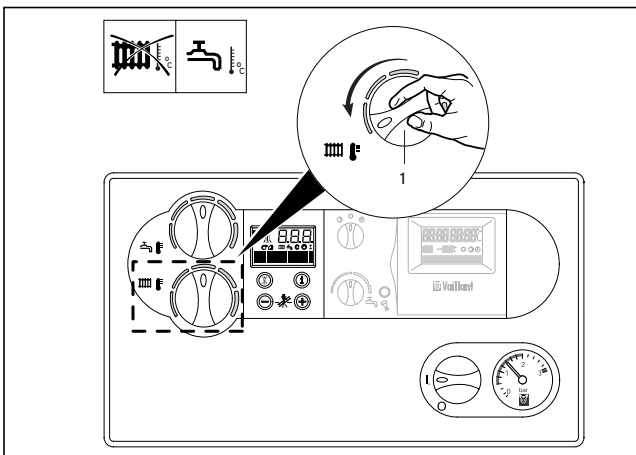

Fig. B.13: Stänga av värmen (sommardrift)
- Ställ i så fall vridknappen (1) för inställning av framledningstemperaturen för värme på vänster anslag (bild B.13).